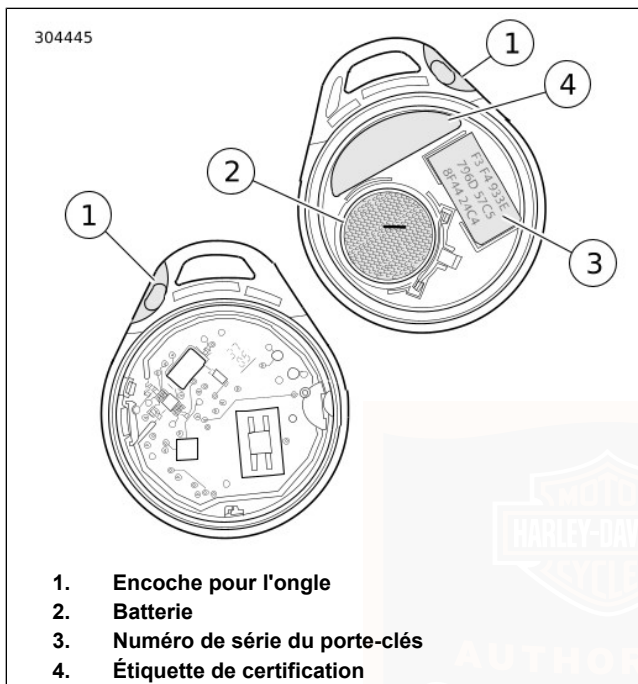

Figure 15. Pile pour porte-clés
- *Voir Figure 15 . Le numéro de série du porte-clés se trouve aussi à l'intérieur du porte-clés.*
1. Voir Figure 15 . Pour ouvrir le porte-clés, faire tourner une lame mince dans la fente (1).
2. Déposer la batterie (2) et la mettre au rebut conformément à la réglementation locale.